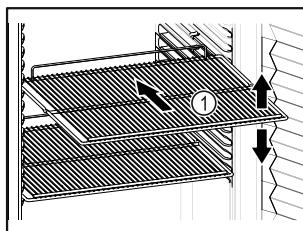

Fig. 78 Примерно изображение
- Ако стелажите за съхранение Fig. 78 (1) могат да се местят, регулирайте ги според височината.